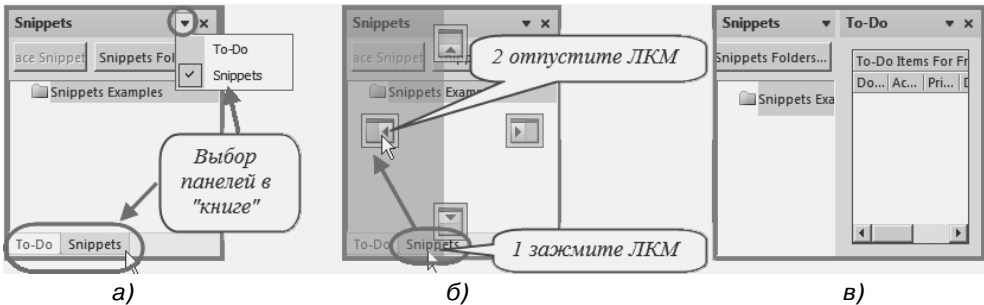

Рис. 1.12. Объединение панелей по варианту «мозаика»:
3. В результате панели образуют группу, накладываясь друг на друга (рис. 1.12, а). Для доступа к нужной панели в такой группе можно использовать ярлычки панелей, расположенные в нижней части группы, или кнопку **Выбор** ▾ в верхнем правом углу группы.
1. Зажмите ЛКМ на ярлычке одной из панелей в нижней части созданной группы рабочих панелей, как показано на рис. 1.12, б.
3. Результат должен соответствовать рис. 1.12, в.